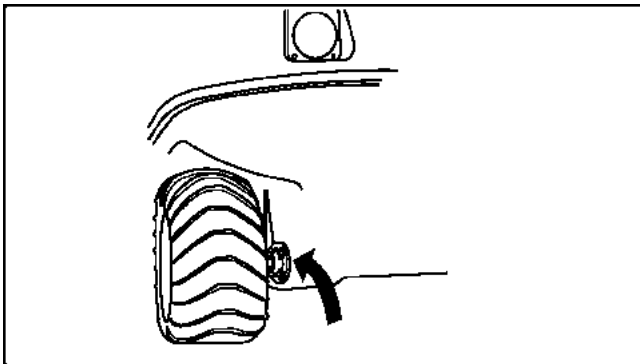

Figure 5-3. Endroits à sceller autour des boudins extérieurs des essieux.
4. Examiner régulièrement les boudins extérieurs et les joints de chaque essieu (figure 5-3) pour s'assurer de leur étanchéité. Si une fuite d'eau apparaît dans la carrosserie inférieure, effectuer les réparations nécessaires avant de conduire le véhicule sur l'eau. Veiller à ce qu'il y ait suffisamment de graisse dans la bride du palier et que le joint de graisse soit toujours en bon état.